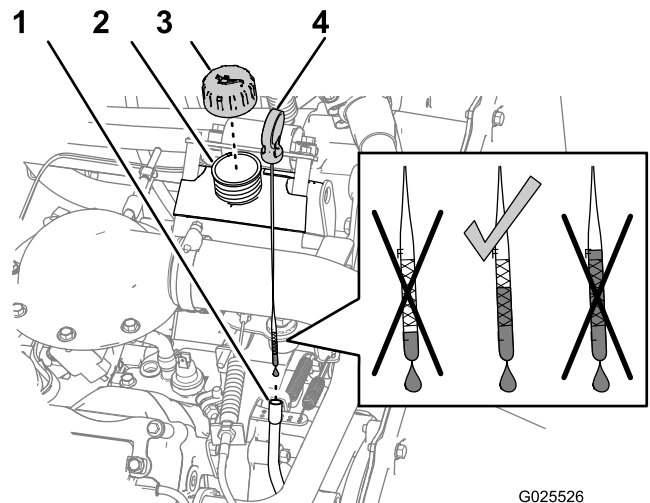

Bild 42
4. Nehmen Sie den Peilstab heraus und wischen Sie ihn mit einem sauberen Lappen ab (Bild 42).
6. Nehmen Sie den Peilstab heraus und prüfen Sie den Ölstand (Bild 42).
7. Nehmen Sie bei einem niedrigen Ölstand den Fülldeckel (Bild 42) ab und gießen Sie genug Öl in die Öffnung, bis der Ölstand die Vollmarke am Peilstab erreicht.
8. Setzen Sie die Öleinfüllverschlusskappe auf den Füllstutzen auf (Bild 42).
9. Führen Sie den Peilstab ganz ein (Bild 42).